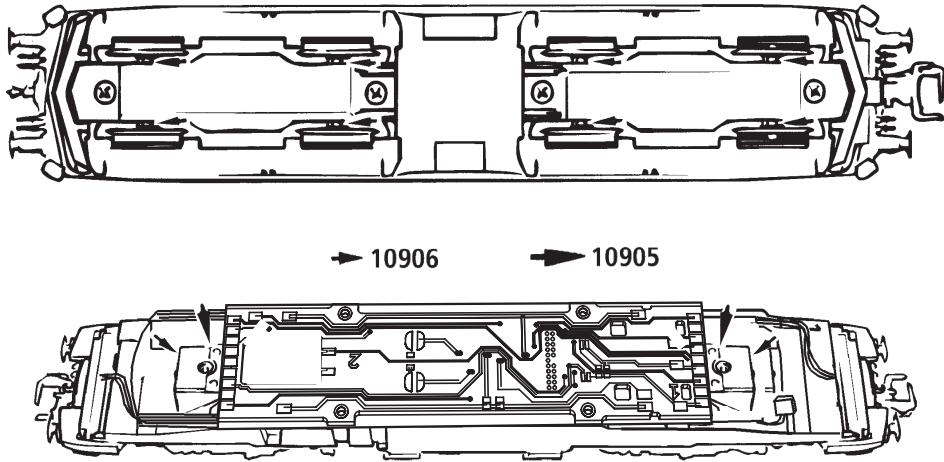

Fig. 6
**3. Haftreifenwechsel:** Zuerst den Getriebedeckel abnehmen (Fig. 6). Danach den **Radsatz** herausnehmen und die **Haftreifen** mit einer Nadel od. mit einem feinen Schraubendreher abziehen (Fig. 6). Beim Aufziehen der neuen Haftreifen darauf achten, dass diese sich nicht verdrehen.
**3. Change of traction tyre:** Remove the gear cover (fig. 6). Take out **wheel set** and remove **traction tyre** using a pin or a fine screwdriver (fig. 6). When pressing on the new traction tyre please **avoid twisting it**.
**1. Nettoyage des lames de courant aux roues:** Les lames de contacts risquent de s'encrasser rapidement sur des voies poussiéreuses. Veuillez **enlever la poussière** aux endroits marqués à la fig. 6 à l'aide d'un petit pinceau souple.
**3. Échange des bandages d'adhérence:** Démontez d'abord **le couvercle du carter des engrenages** des engrenages (fig. 6). Délogez ensuite les essieux bandagés et enlevez, à l'aide d'une aiguille ou d'un tournevis fin, les bandages d'adhérence (fig. 6). Lors du montage des nouveaux bandages veuillez veiller à ce que les bandages **ne soient pas tordu**.